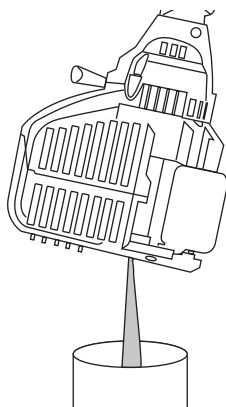

Fig. 25
3. Vierta el aceite fuera del orificio de llenado de aceite en un recipiente inclinando la unidad hasta una posición vertical (Fig. 25). Deje suficiente tiempo como para completar el drenaje.